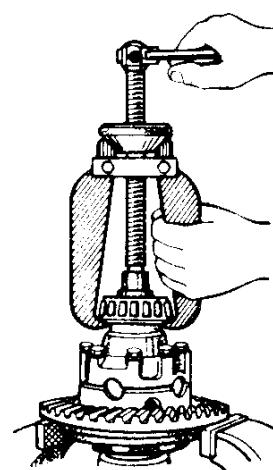
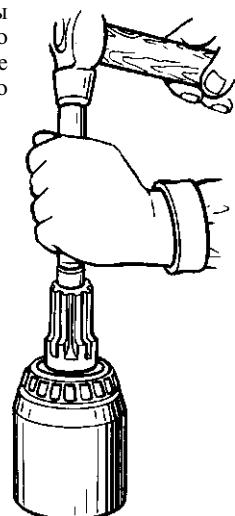

Рис. 9.4. Снятие внутреннего кольца подшипника дифференциала
Рис. 9.5. Снятие заднего подшипника ведущей шестерни
*Подшипники, имеющие износ, замените.* Если подшипники и сопряженные с ними детали не требуют замены, то выпрессовку колец подшипников не производите. Снятие внутренних колец (рис. 9.4) подшипников дифференциала производите приспособлениями. Снятие заднего подшипника ведущей шестерни показано на рис. 9.5. Выпрессовку заднего подшипника производите только для замены. При разборке моста внутренние и наружные кольца подшипников дифференциала и ведущей шестерни не разумкомплектовывайте, а при сборке подшипники, не подлежащие замене, устанавливайте на прежние места.